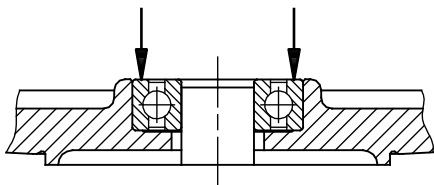

Рис. 13 Подшипник, давление на наружное кольцо
2. Установите подшипник (153) на место на крышке подшипника. Рекомендуем нагреть крышку подшипника до температуры примерно 100 °С, что облегчит установку подшипника. Установите подшипник на крышке подшипника, нажав на наружное кольцо. См. рис. 13.